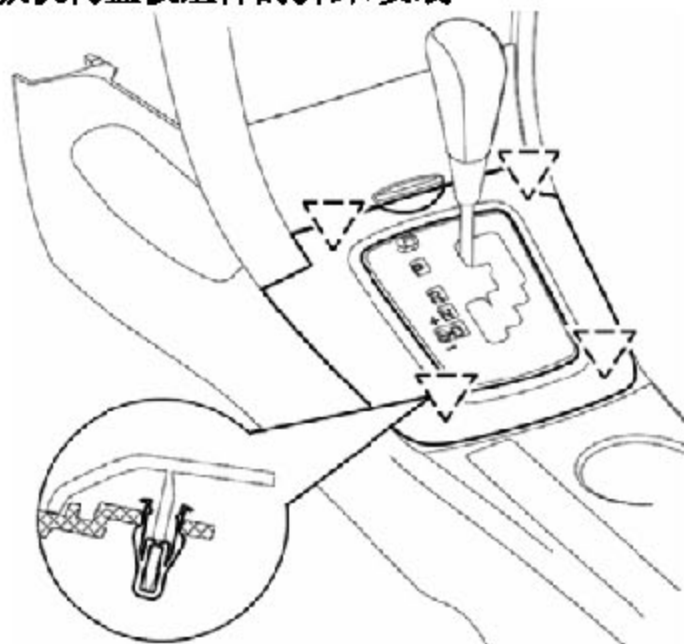

图 6-2-1 换挡操纵机构盖板组件的拆卸
- 2).用手从左右两边握住盖板组件，缓慢往上拔，直至图 6-2-1 中所示的四处卡脚全部拔出。再将盖板小心拿下。如图 6-2-1 所示；